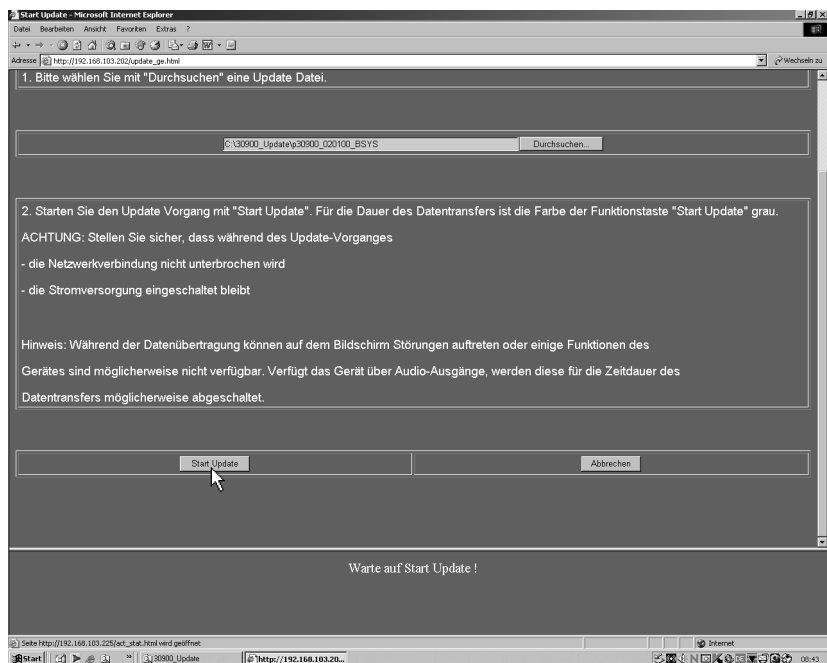

Bild 5-14: Starten des Updates
- Aktivieren Sie über „Start Update“ den Software-Transfer zum Surround-Control 30900(-24) (siehe Bild 5-14). **Achten Sie darauf, dass während des Datentransfers keine Unterbrechung der Netzwerkverbindung oder der Stromversorgung auftritt.**